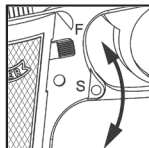

Fig. 2B
- Poussez le cran de sûreté vers le haut, vers la position "F" (Fig. 2B). Lorsque vous pouvez voir le point ROUGE, le pistolet à air est en position "OFF SAFE" et vous pouvez tirer.